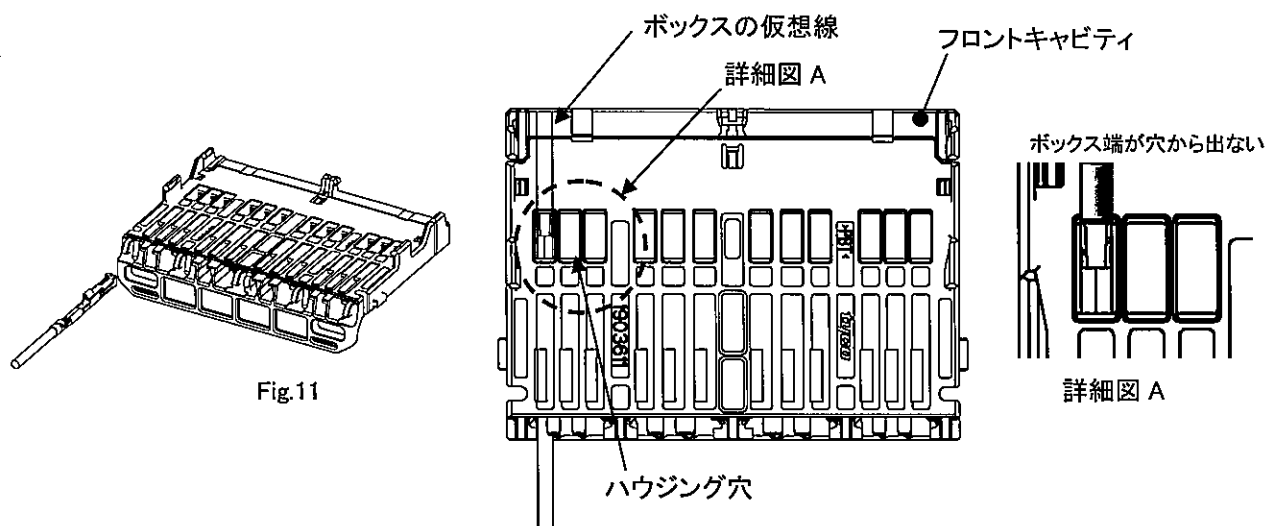

Fig.12
**注意** Fig.12 のように、ハウジング穴(リテーナが飛び込む穴)から、端子のボックス部が完全に収納されていることを確認してください。
**注意** 端子半挿入とは、Fig.12 のハウジング穴からメス端子のボックス部後端が飛び出している状態です。正常に挿入が完了している場合、上記の引っ張り確認においても飛び出しはありません。
リテーナが飛び込む穴(Fig.12、15)にチェッカーを挿入することで、導通チェックが可能です。